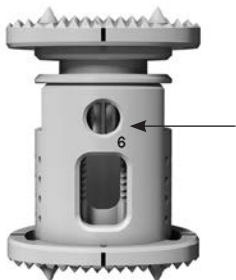
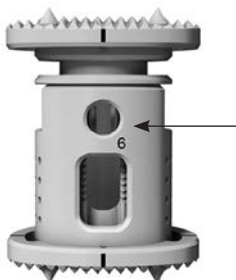

Abb. 2
Abb. 3
- Befindet sich das Implantat in seiner endgültigen Lage, muss überprüft werden, ob der Sicherungsring des Grundkörpers geschlossen ist. Ist ein Schlitz von etwa 1 mm Breite sichtbar (Abb. 2), ist das Implantat ordnungsgemäss verriegelt und gesichert. Ist der Schlitz jedoch breiter (Abb. 3), den Spreizer erneut am Implantat befestigen und mit ausgekuppeltem Entriegelungsdorn das Implantat etwas distrahieren, um den Sicherungsring zu schliessen.